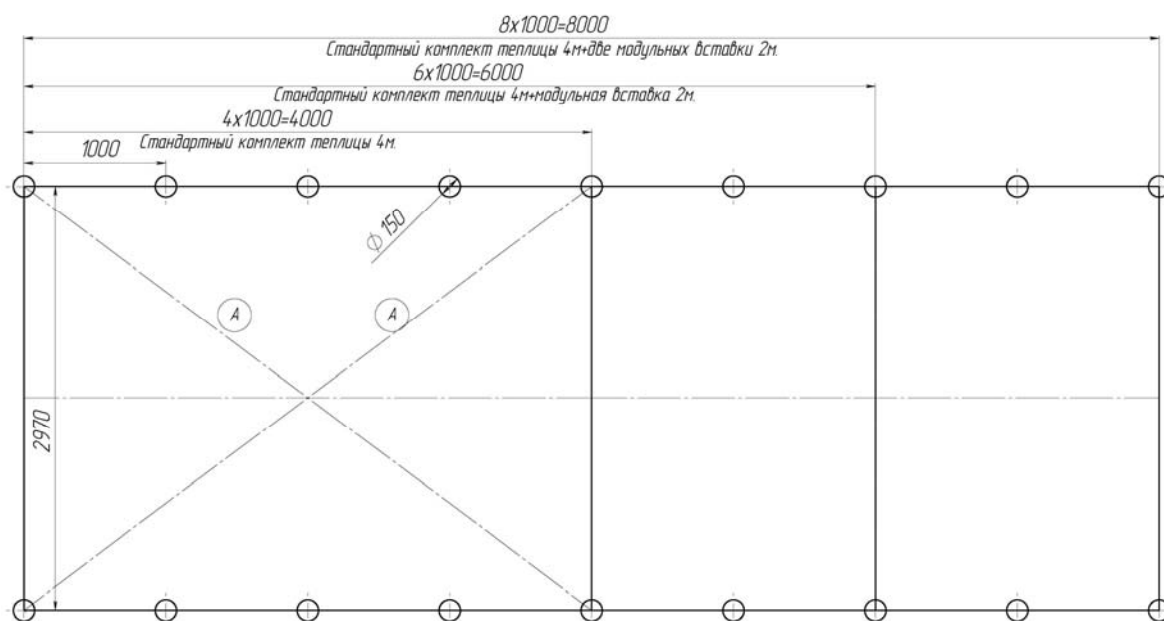

Рисунок 1 – Схема разметки грунта.
1. Разметить площадь под теплицу в соответствии со схемой (рисунок 1) приведенной ниже. Разность диагоналей A для каждого из варианта теплиц не более 10мм.